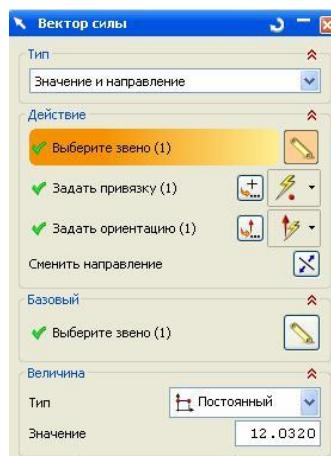

Рис.47
- Как уже говорилось выше, это внешнее воздействие отличается от *скалярной* силы только способом указания. Сравните диалоговое окно *векторной* силы (рис.47) с диалоговым окном *скалярной* силы (рис.36).